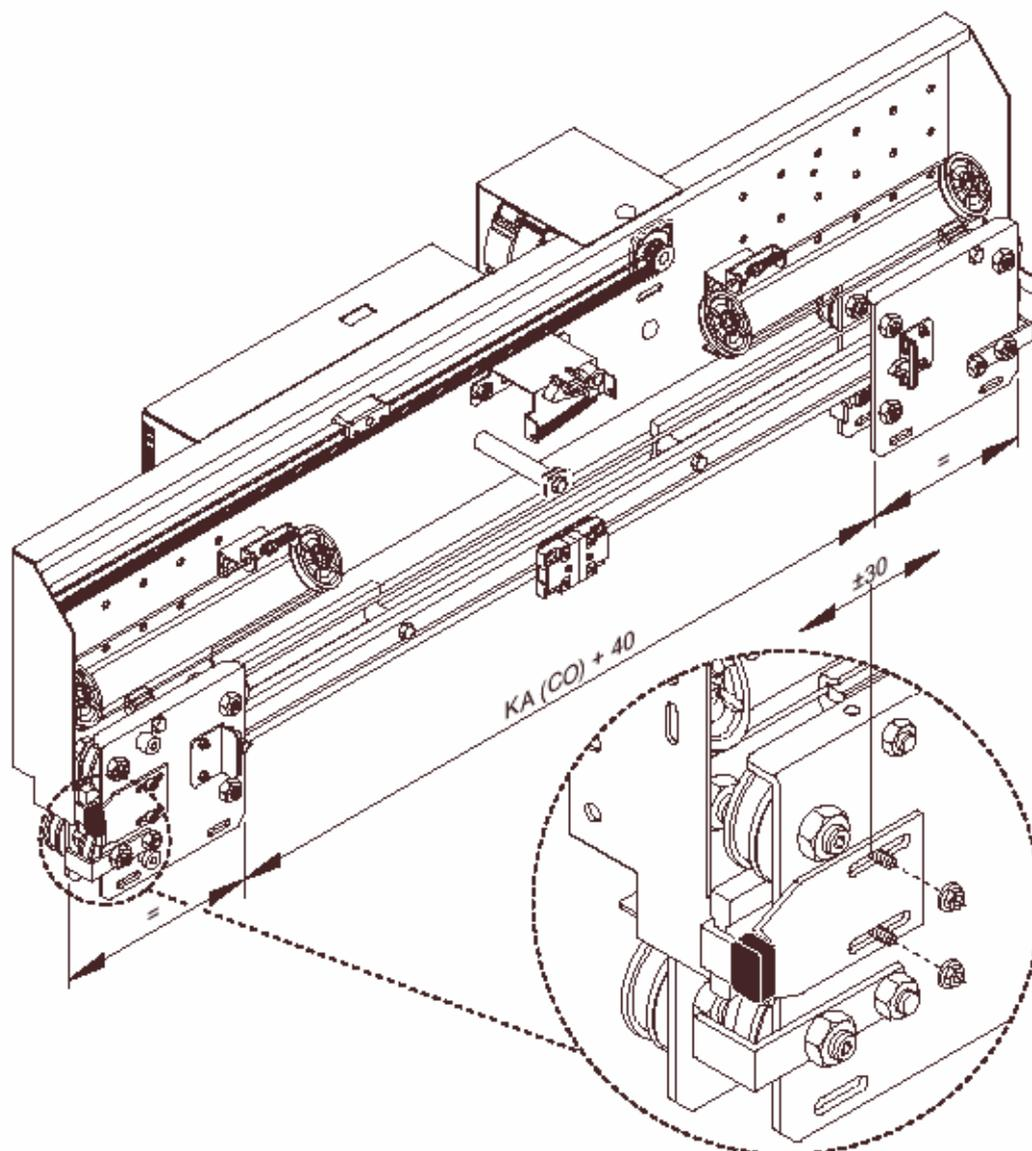

Рис. 3
- С помощью прорезей в регулировочных пластинах держателей, отрегулировать свободный ход дверей кабины. (Рис. 3).